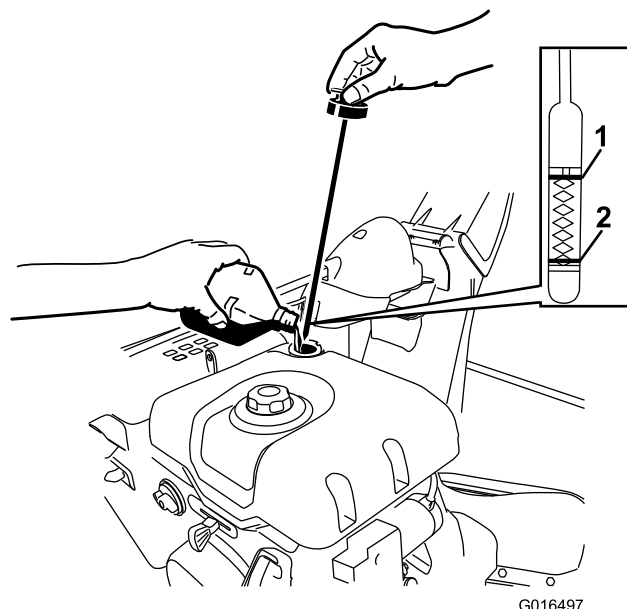

Рисунок 20
- Выньте щуп для измерения уровня, повернув крышку против часовой стрелки, и **медленно** залейте масло в заправочную горловину так, чтобы уровень масла соответствовал метке Full (Полный) на щупе. **Не допускайте переполнения картера.** (Рисунок 20).